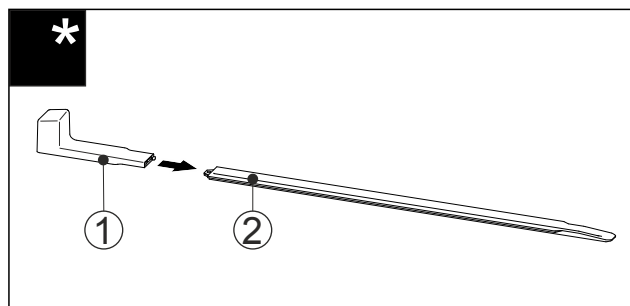

Fig. 60
- Pielieciet montāžas rokturi Fig. 60 (1) pie līmeņošanas sliedes Fig. 60 (2).